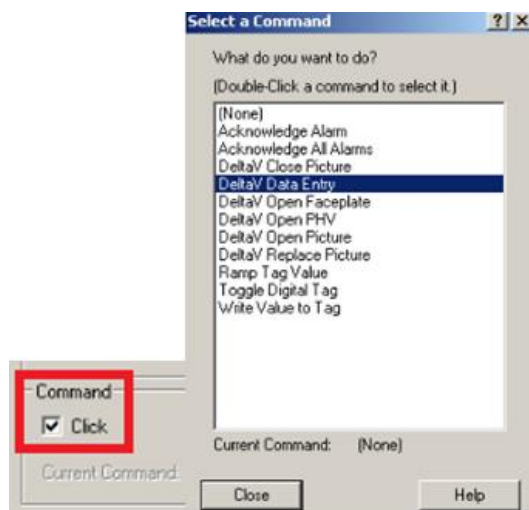

Figura 105: ingresando a DeltaV Data Entry.
- 3) Seleccionar la pestaña *PushBotton* y dejarla como la figura 105, esto nos permitirá crear botoneras para el arranque y la detención de la bomba hidráulica.